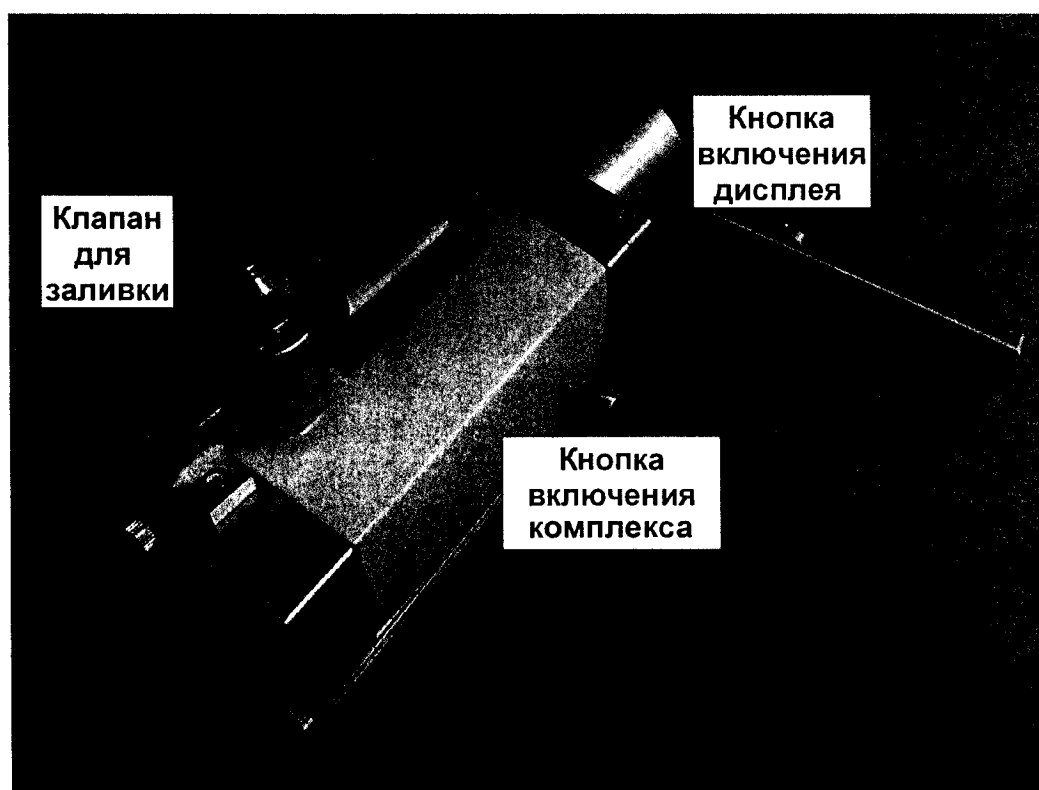

Рис.17. Расположение управляющих элементов Эко ПАК-01.
- открутите клапан для заливки жидкого азота из сосуда Дьюара (см. Рис. 17);
- нажмите и удерживайте кнопку включения дисплея (см. Рис. 17);
- включите комплекс, нажав соответствующую кнопку включения (см. Рис. 17 - на кнопке загорится зелёный диод);